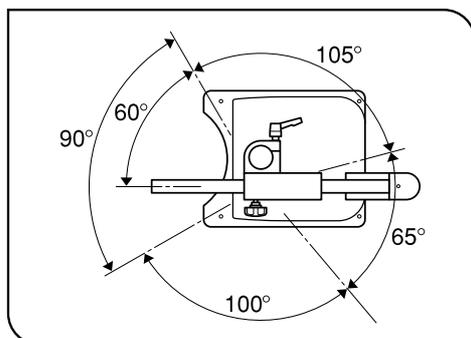

図 12
- 3) 架台は搭載できる質量に制限があります。また水平アームの方向によって安定性が異なります。(図12)